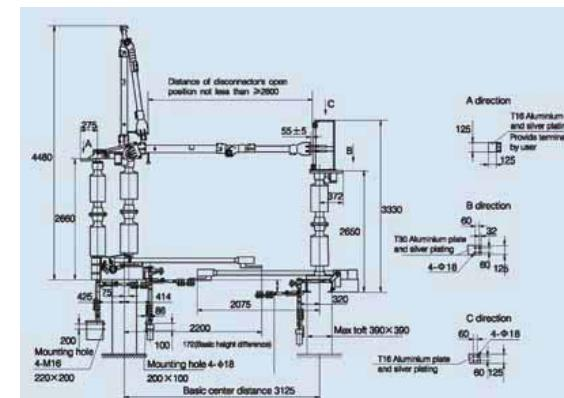

Рис. 6.1 Внешний вид и размеры разъединителя GW23-252
6. Внешний вид и размеры (см. рис. 6.1, 6.2)